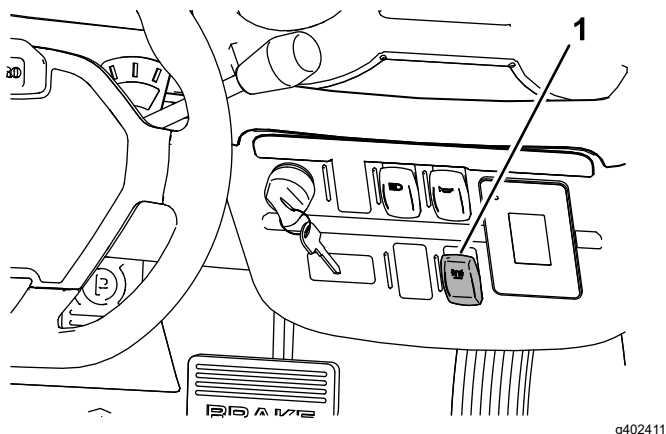

Рисунок 6
- Для включения маячка нажмите на верхнюю часть переключателя маячка (Рисунок 6).